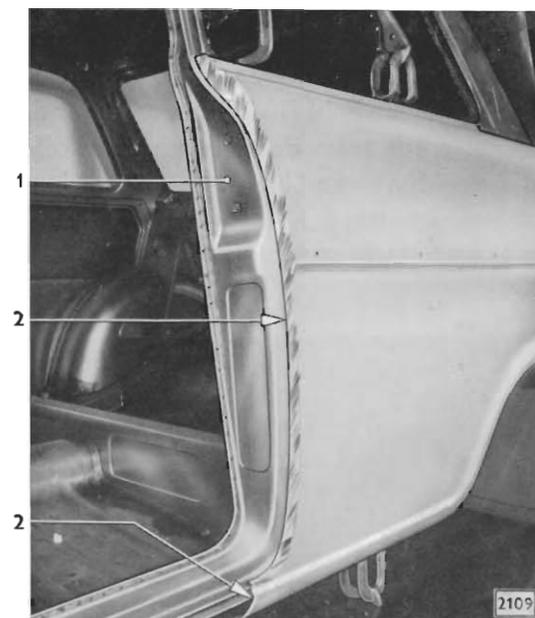

Bild 107 - Vorderer senkrechter Flansch der Seitenwand liegt an Karosserieschloßsäule
- 1 Seitenwand an Karosserieschloßsäule (siehe auch Bild 107)